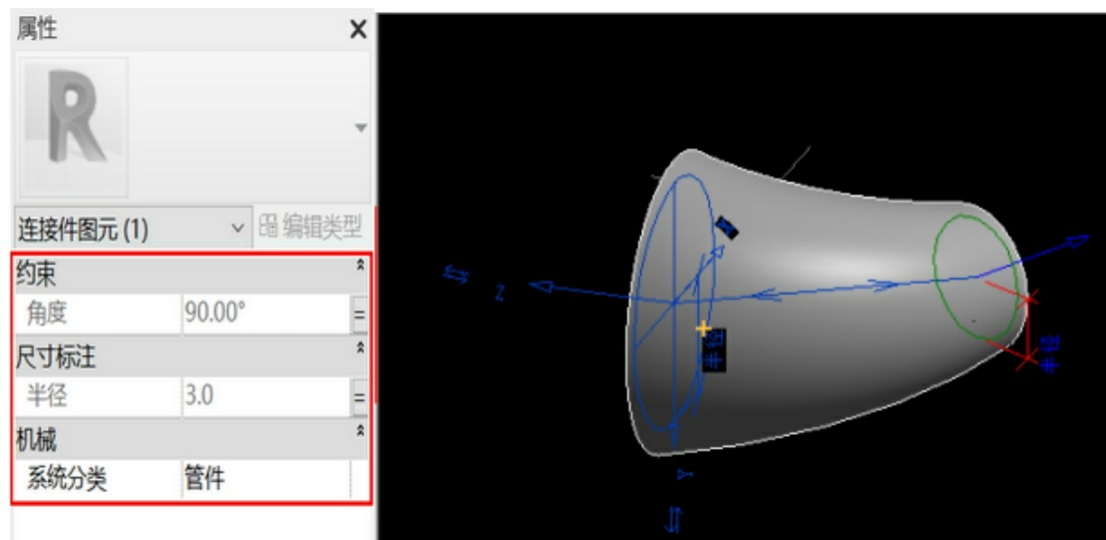

图7-265
(4) 模型已经搭建完成，进入三维视图，给弯头添加管道连接件，并且把连接件的参数关联，如图7-265所示。